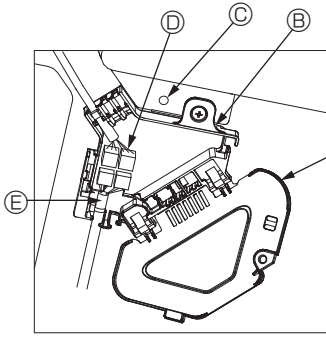

Fig. 10-8
- ① Konektör kutusu kapağını tespit eden vidayı çıkarın ve daha sonra kapağı açın.
- ② Güvenli bir şekilde kanatçık motorunun bağlantı kablo konektörlerini ve panel kanatçık motor kablo bağlantısını güvenli bir şekilde bağlayın. (Fig. 10-8) İki adet kanatçık motor konektörü bulunur: bir mavi konektör ve bir turuncu konektör. Bunları bağlarken renklerin eşleştiğinden emin olun.